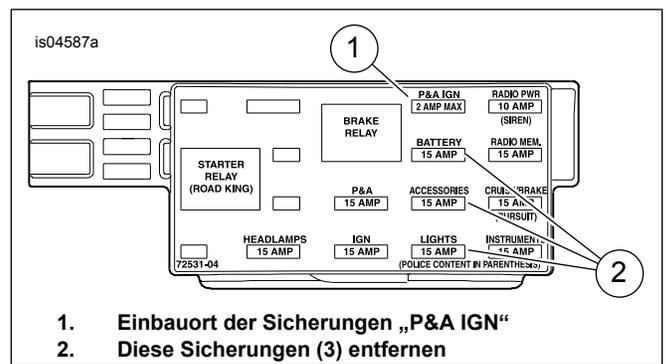

Abbildung 13. Sicherungshohlraum „P&A IGN“ (Touring-Modelle von 2004–2007)
- Modelle von 2004–2007:** Siehe Abbildung 13. Den Sicherungshohlraum mit der Bezeichnung „P&A IGN“ „2A MAX“ (1) ausfindig machen. Die drei gegenwärtig eingebauten Sicherungen (2) aus dieser Reihe entfernen und deren Einbauort notieren.
- Das orange/weiße Sicherungsblock-Adapterkabel (17) aus dem Satz bereitlegen. Den Kontakt an jedem Ende notieren (siehe Abbildung 13, **obere Ansicht**). Nur der Kontakt **MIT den Federungen** passt in den Sicherungshohlraum. Den Kontakt **OHNE** Federungen sorgfältig vom Kabel abschneiden und entsorgen.